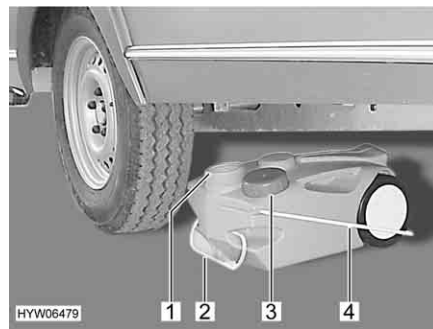

Fig. 184 Réservoir d'eaux usées, mobile
- Fermer l'ouverture du réservoir d'eaux usées (Fig. 184,1) à l'aide du couvercle (Fig. 184,3).
- Retirer le réservoir d'eaux usées par la poignée (Fig. 184,2).
- Rabattre la poignée de manutention (Fig. 184,4) vers le haut et placer le réservoir d'eaux usées.